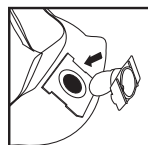

FIGURE 21
30. Placez le déflecteur d'admission avec l'ouverture faisant face à la gauche ou à la droite du sac avec filtre. Faites glisser le collier du sac filtre sur les encoches du déflecteur d'admission, en faisant correspondre les encoches du collier du sac avec le déflecteur d'admission. Le sac ne s'adaptera correctement que dans un sens. **FIGURE 21.**